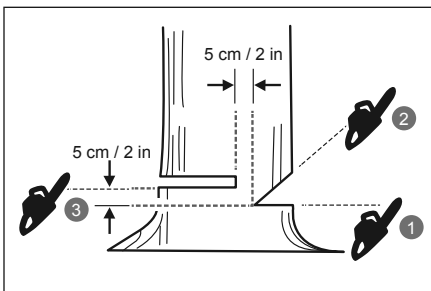

FIG. 28
1. Faire la coupe d'abattage d'au moins 5 cm/2 po plus haut que la coupe d'entaille horizontale. Gardez la coupe d'abattage parallèle à l'entaille horizontale. Faites la coupe d'abattage pour qu'il reste suffisamment de bois pour servir de charnière. Le bois de la charnière empêche l'arbre de se tordre et de tomber dans le mauvais sens (fig. 28).